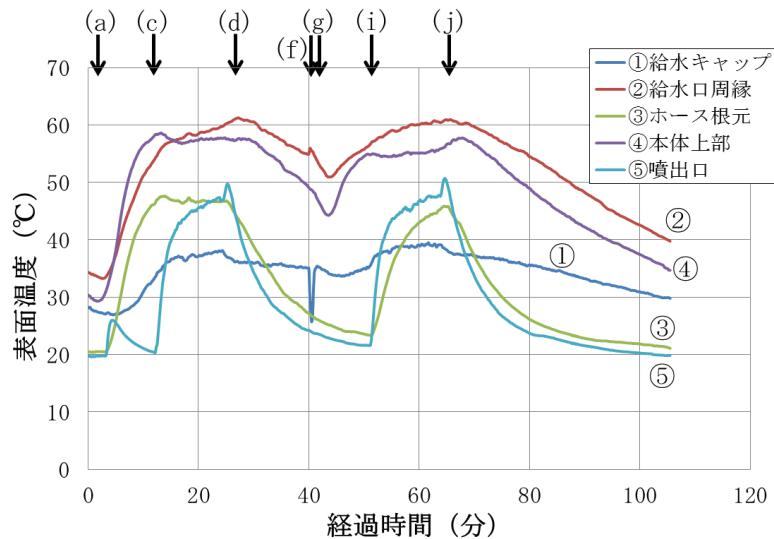

図4 検体の使用等における表面温度変化 (左) 測定値、(右) 測定箇所
検体の表面温度変化の結果を、測定箇所を示した写真とともに図4に示す。なお、図中の(a)から(j)までの矢印は、各検体に対して行った動作を表し、「4 (1) イ 運転時等の検体の表面温度測定」(4ページ) 中の運転等サイクルにおける項番等に対応し、①から⑤までは測定箇所を示している。